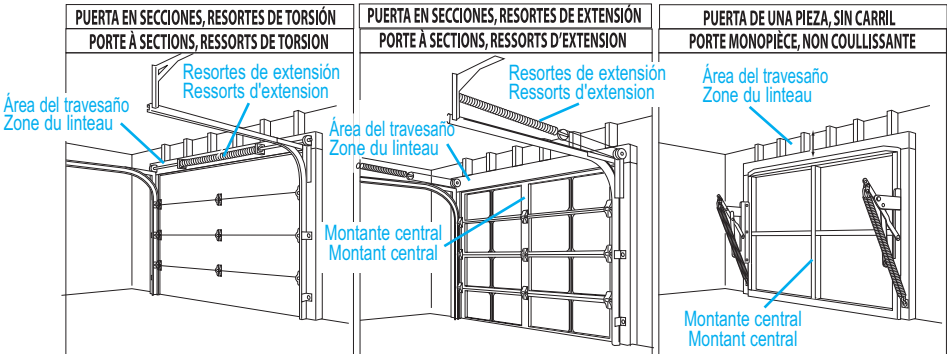

Figura 2 Note el tipo de puerta
- C Verifique el tipo de puerta.Haga una nota si es una puerta en secciones o de una sola pieza. (Figura 2).